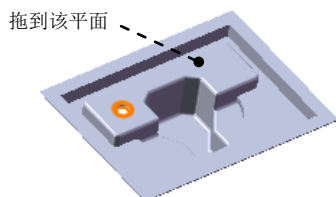
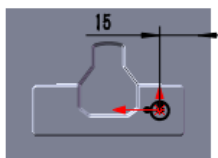

图 16.2.40 成形特征 2
图 16.2.41 编辑草图
Step4. 创建图 16.2.40 所示的成形特征 2。
(1) 单击任务窗格中的“设计库”按钮，打开“设计库”对话框。
(2) 单击“设计库”对话框中的 ch16 节点，在设计库下部的列表框中选择“hinge_shaped_tool_01_02”文件，并拖动到图 16.2.41 所示的平面，在弹出的“放置成形特征”对话框中单击按钮。
(4) 编辑草图，如图 16.2.41 所示。退出草图环境，完成成形特征 2 的创作。